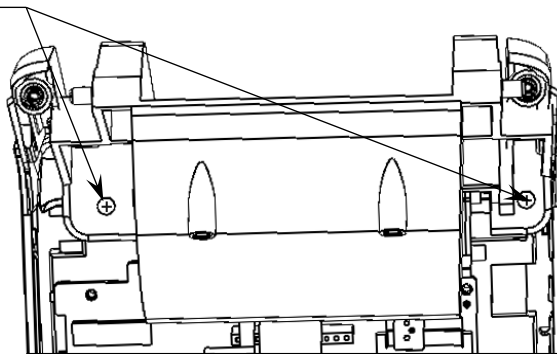

Рисунок 22. Винты крепления лотка для ЧЛ к верхней части корпуса
15. Вкрутить винты крепления (рисунок 22).